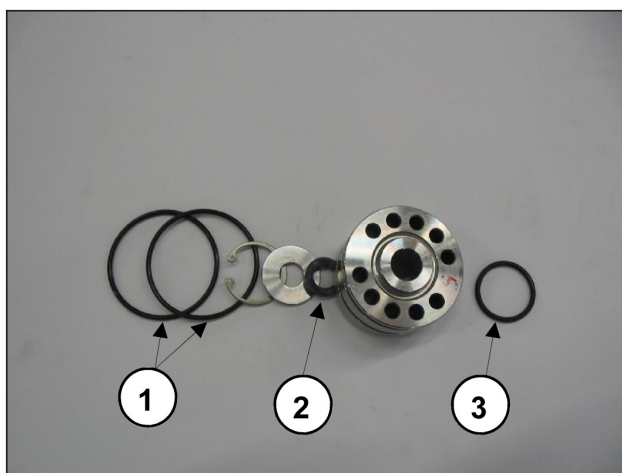

Fig. 47
- Rimontare il gruppo supporto tenute come indicato in Fig. 46 e Fig. 47 sostituendo i componenti ①②③.